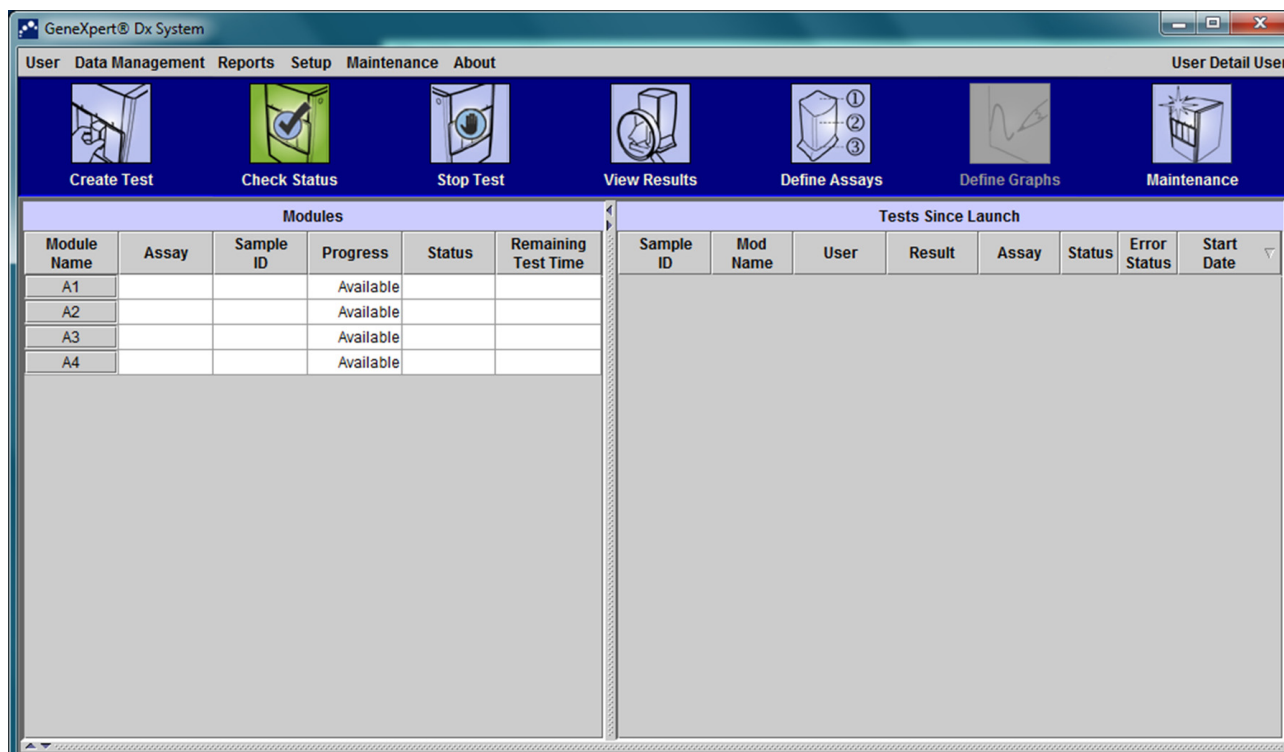

Figura 5-113. Ecranul de pornire GeneXpert Dx
1. Pe ecranul de pornire al sistemului GeneXpert Dx, selectați butonul **Creare test (Create Test)**. Consultați Figura 5-113.